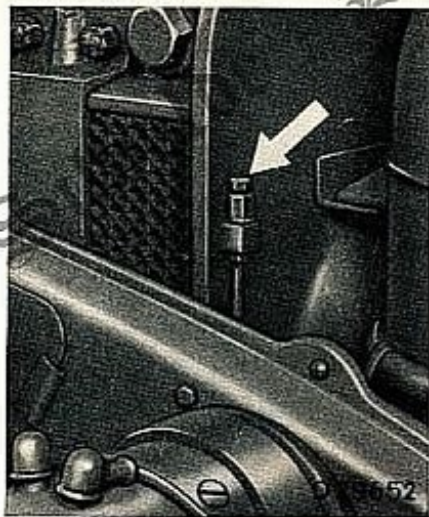

Bild 32
d) Verschlüßschraube der Entlüftungsleitung für Kraftstoffpumpe (Bild 32).